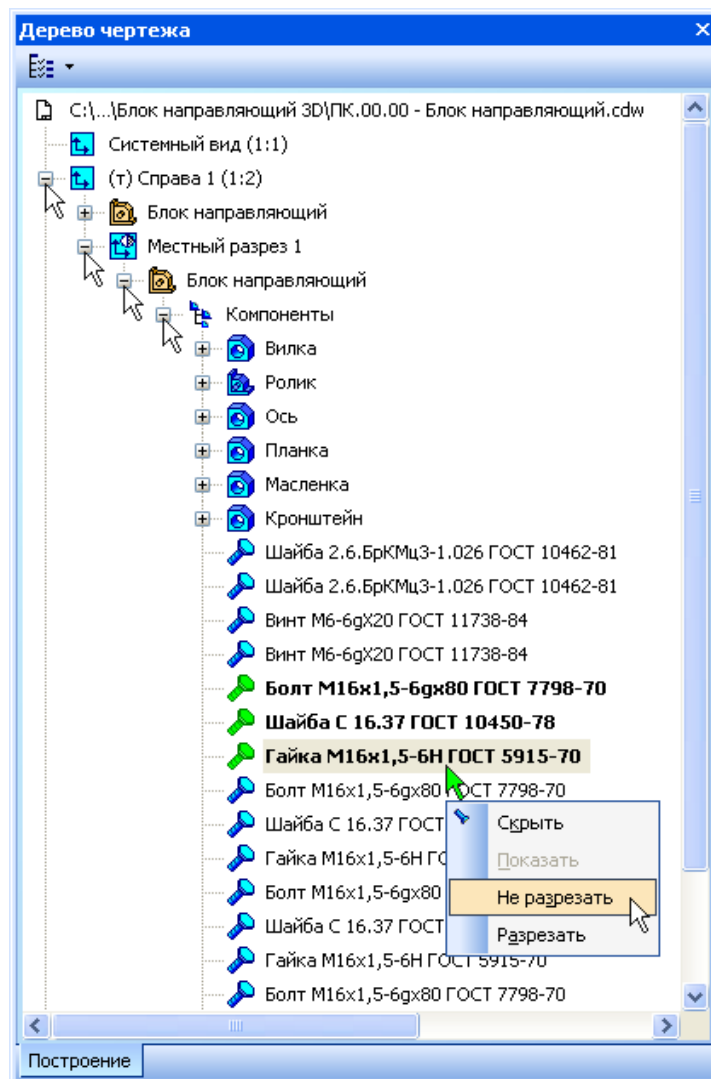

Рисунок 7.
- Щелкните правой клавишей мыши на любом из выделенных компонентов и выполните из контекстного меню команду Не разрезать (рис.7).